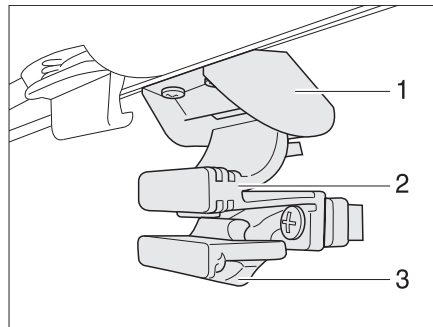

Bild 51 Fenster in der Eingangstür
- Sicherung (Bild 51,3) nach hinten drücken.
- Griff (Bild 51,2) zusammendrücken und Fenster nach unten schieben.
- Fenster nach oben schieben, bis der Griff (Bild 51,2) in der Verriegelung (Bild 51,1) einrastet.